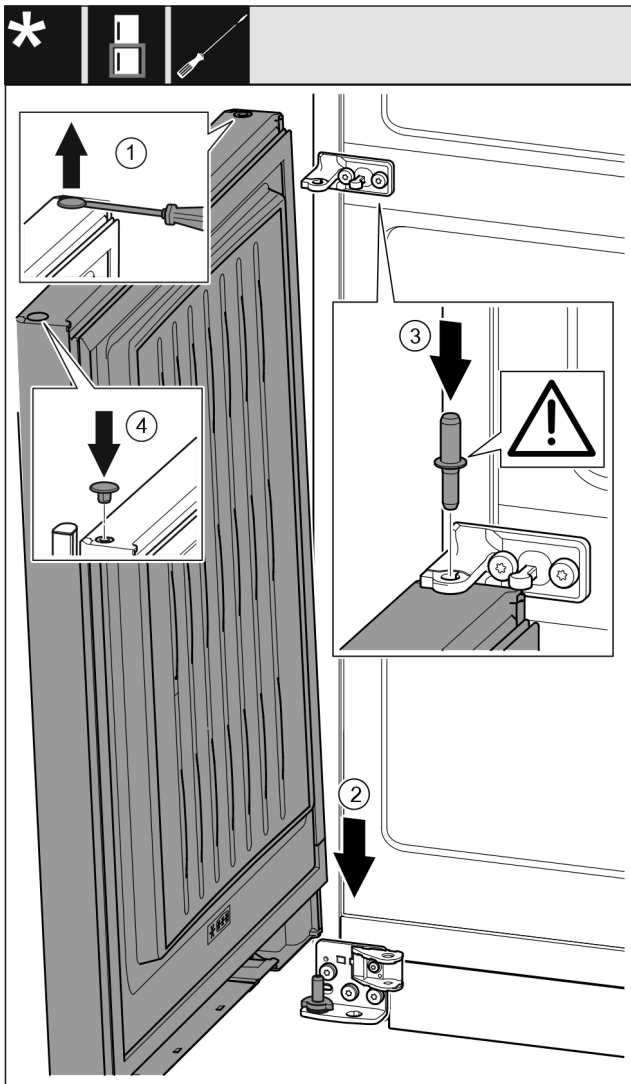

Fig. 35
- Stopfen Fig. 35 (1) vorsichtig mit einem Schlitzschraubendreher anheben und herausziehen.
- Tür Fig. 35 (2) von oben auf den unteren Lagerbolzen aufsetzen.
- Lagerbolzen Mitte Fig. 35 (3) durch Lagerbock Mitte in die untere Tür einsetzen. Dabei darauf achten, dass der Rastnocken nach hinten zeigt.
- Stopfen Fig. 35 (4) auf der anderen Türseite wieder einsetzen.